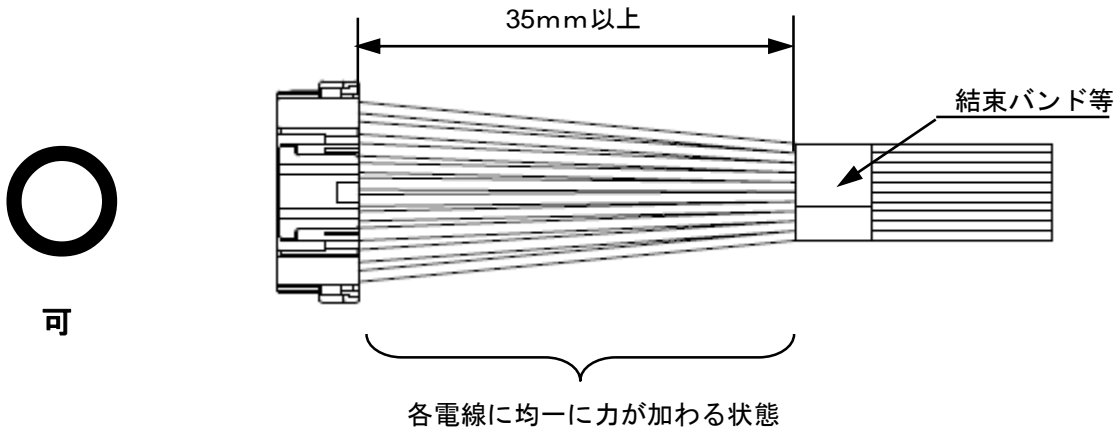

Fig.7-1 適切なハーネス結束状態
- ① 電線の結束は、コネクタから35mm 以上のところで、電線に加わる力が均一になるようにして下さい。(Fig.7-1)